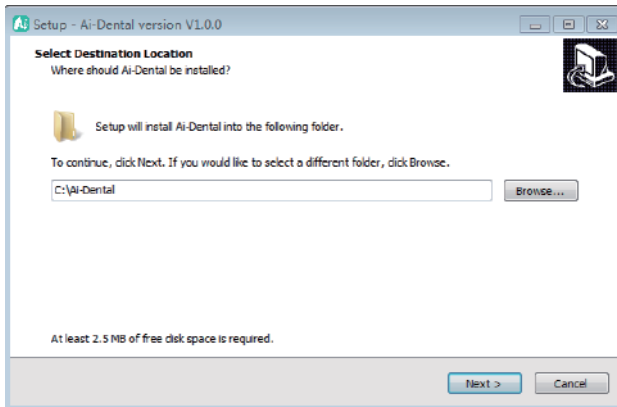

Figura 4
c) Una vez iniciado el Instalador, haga clic en el botón examinar para seleccionar la ruta de instalación. Después de seleccionar la ruta, haga clic en el botón siguiente, como se muestra en la figura 4: